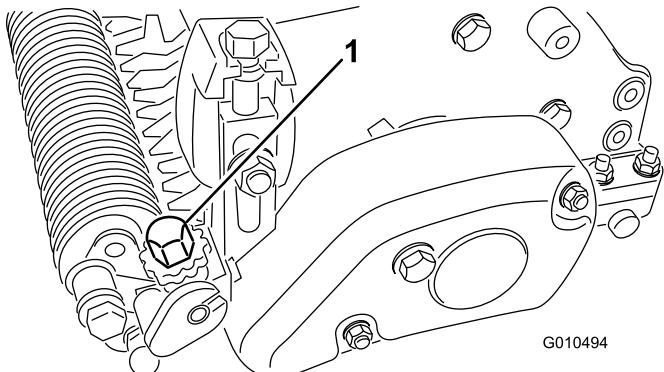

Рисунок 25
- Поворачивайте ручку регулировки высоты механической щетки для подъема или опускания кромки ножа на требуемую высоту уборки (Рисунок 25).